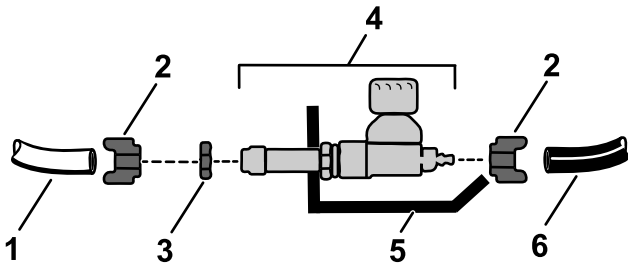

Bild 10
1. Lösen und entfernen Sie die Druckmutter vom Ventilgehäuse (Bild 10).
2. Lösen und entfernen Sie die Druckmutter vom Ventil (Bild 10).
3. Befestigen Sie das Ventil mit der vorher entfernten Klemmmutter an der Ventilbefestigung (Bild 10).
4. Stecken Sie den blauen und den weißen Schlauch in die Druckmutter (Bild 10).
5. Schrauben Sie die Druckmutter in das Ventil, um den blauen und weißen Schlauch am Ventil zu befestigen (Bild 10).